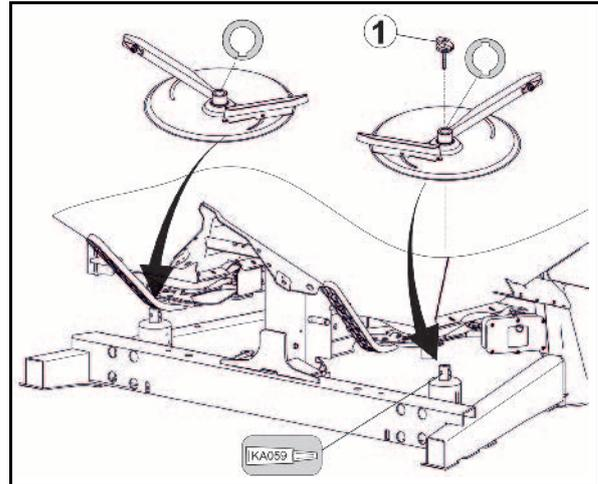

Fig. 58
1. Retirar la tuerca de mariposa (Fig. 58/1).
2. Dispersión en zanja según la normativa de abonado (Fig. 58):